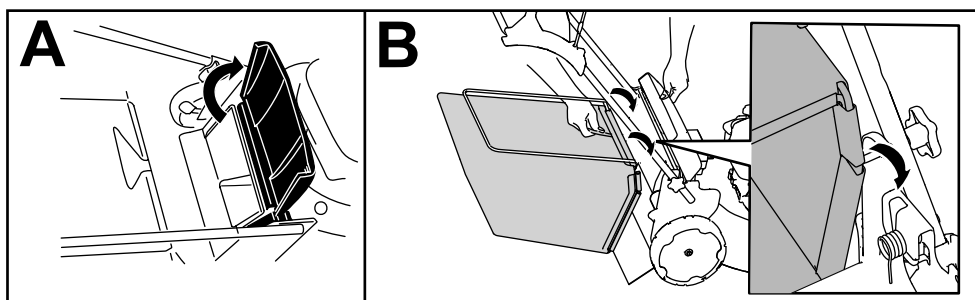

Figura 20
1. Sollevate il deflettore posteriore e tenetelo sollevato (A della Figura 20).
2. Montate il cesto di raccolta, accertandovi che i suoi perni siano inseriti nelle fessure presenti nella staffa della stegola (B della Figura 20).